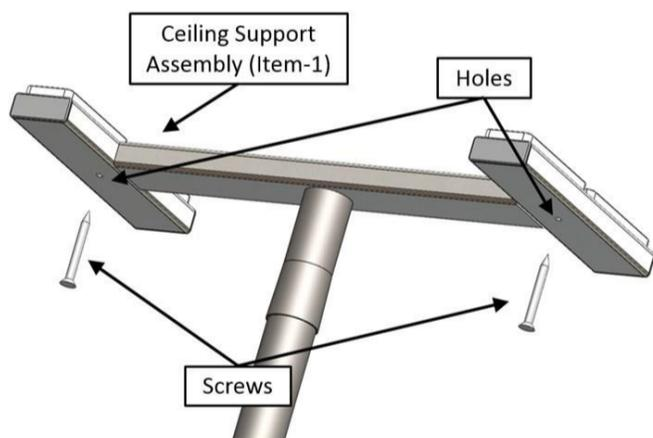

FIGURE 4
13. Si une fixation supplémentaire est nécessaire, les 2 vis incluses peuvent être installées à travers les trous de l'ensemble de support de plafond (article-1) et dans les solives de plafond (éléments de structure en bois situés dans le plafond), comme illustré à la figure 4. Cette nécessiterait de retirer les bouchons en plastique des trous de l'ensemble de support de plafond (article-1).